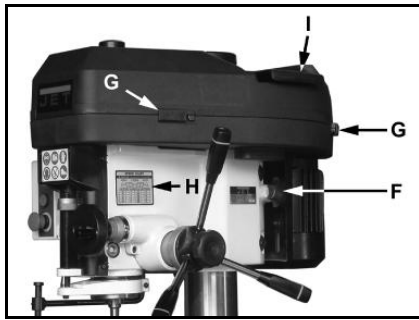

Fig 8
Ouvrir le dispositif de fermeture (G, Fig 8) et le poussoir du couvercle (I).